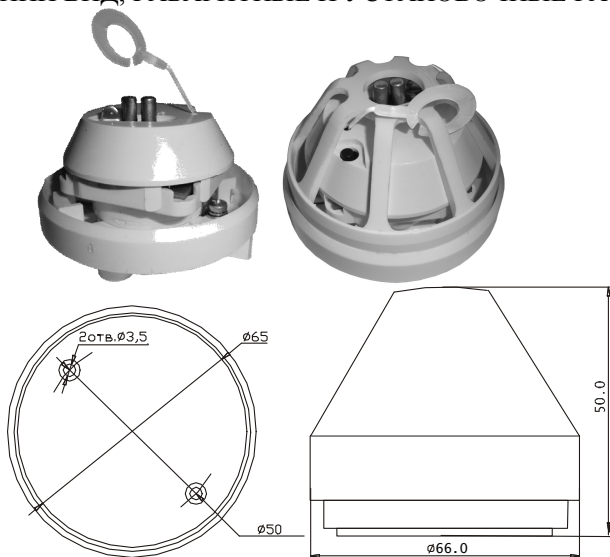

Рис.1
6.1 Устройство устанавливается на потолках или других конструкциях охраняемых помещений согласно требованиям СП5.13130.2009. Площадь, контролируемая одним устройством, определяется согласно п.13.6.1 СП 5.13130.2009. Габаритные и присоединительные размеры приведены на рис.1.